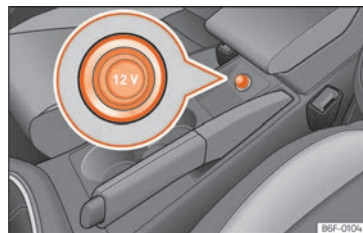

Abb. 125 Steckdose vorne.
- Ziehen Sie den Stecker in der Mittelkonsole aus der Steckdose heraus » **Abb. 125.**